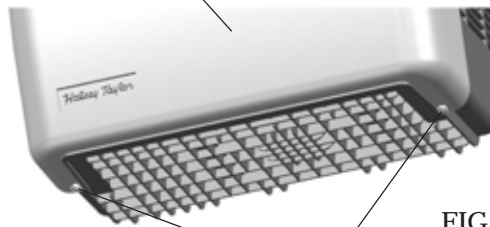

FIG. 4
- 4) Remove the two (2) screws holding the bottom cover at the bottom of cooler. (Shown in FIG. 4) Remove the bottom cover by pulling straight down and set aside.
- 4) Desmonte los dos (2) tornillos que sujetan la tapa a la parte inferior del enfriador (que se muestran en la Fig. 4) Retire la tapa inferior tirando en forma recta hacia abajo y déjala a un lado.
- 4) Retirez les deux vis maintenant le capot inférieur et situées sous le refroidisseur. (Indiqué sur la Figure 4). Retirez le capot inférieur en tirant vers le bas et mettez le de côté.
To access the refrigeration system and plumbing connections, remove two screws (Item 52) to remove bottom cover (Item 35). See Fig. 4.
Para acceder al sistema de refrigeración y las conexiones de empalmes, desmonte los dos tornillos (Artículo 52) para retirar la tapa inferior (Artículo 35). Vea la Fig. 4.
Pour accéder au système de réfrigération et à la plomberie, retirez les deux vis (Élément 52) afin d'enlever le capot inférieur (Élément 35). Voir figure 4.